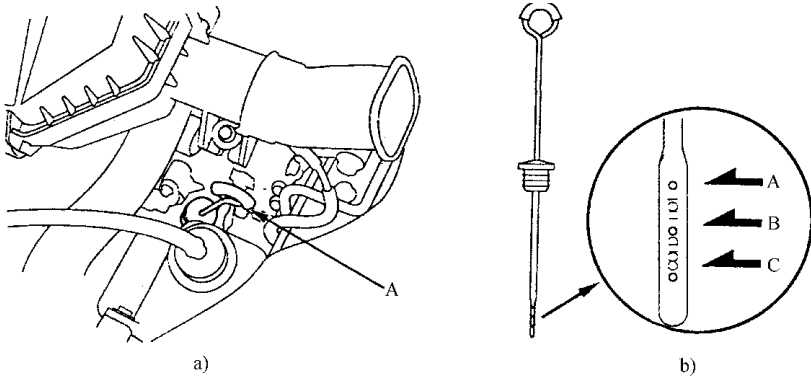

图 5-49 检查油尺油位
5) 在发动机停止 60 ~ 90s 后, 再拔出油尺并检查油位。如图 5-49 所示, 油位应该位于 HOT 油表的上标处。发动机机油冷却时, 不要检查油位。